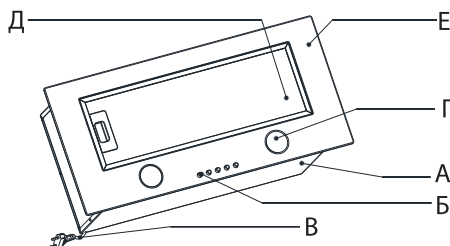

Рис. 1
- 2) Рециркуляции (рис. 2б) - внутренняя циркуляция воздуха с использованием угольного фильтра (рис. 1).